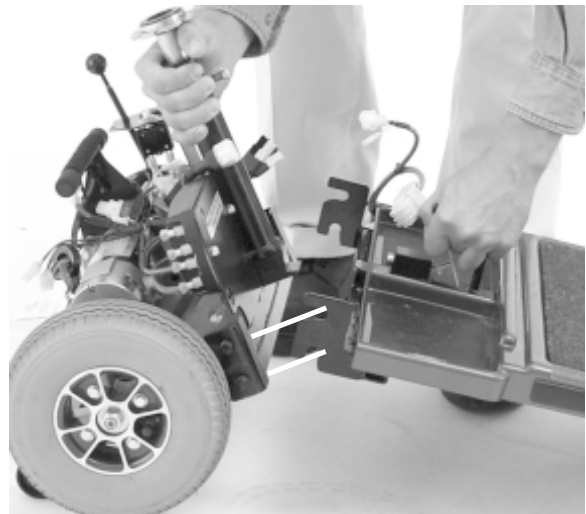

Abbildung 17. Rahmen- Verbindungsstelle
3. Bringen Sie die Rahmenteile so dicht wie möglich zusammen, so daß der Einschub und die Aufnahmen richtig zueinander liegen. <Abbildung 17>